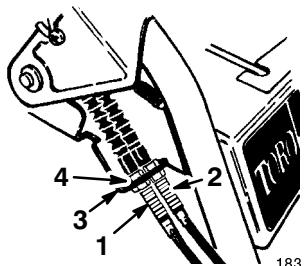

Figure 27
- A. Desserrez le contre-écrou supérieur de fixation du câble de tarière/roue hélice au support de montage (Fig. 27).
8. Desserrez les contre-écrous qui fixent au support le câble correspondant à la courroie à remplacer (Fig. 27).